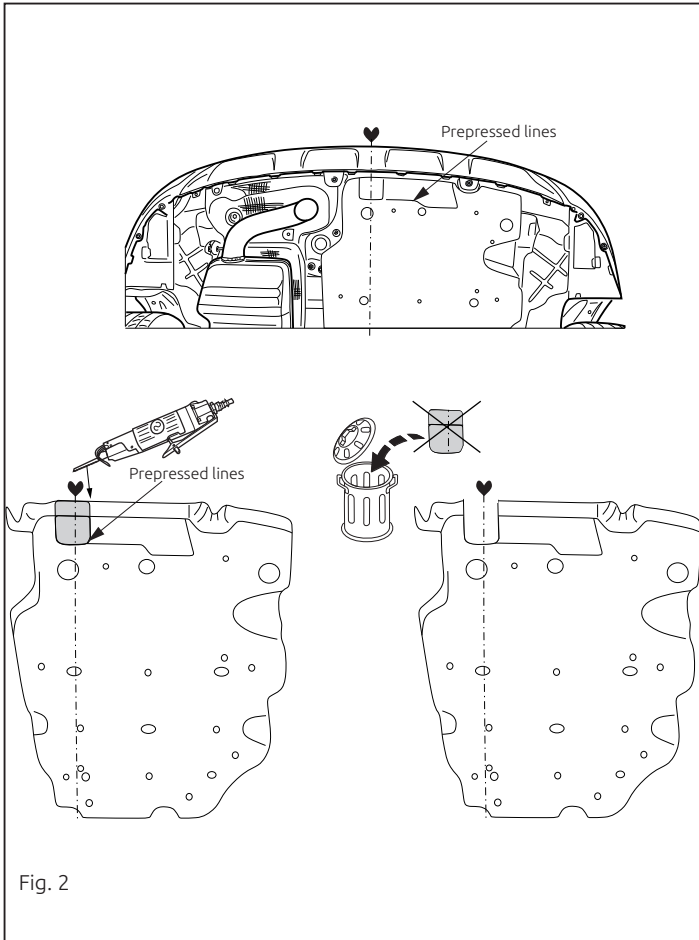

Fig. 2
9. **Внимание! При необходимости:** Выпилить часть из закрывающей пластины, как указано на рис. 2.